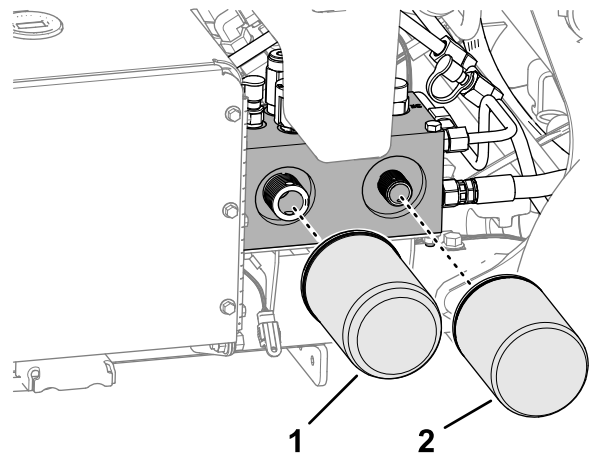

Bild 170
2. Stellen Sie eine Auffangwanne unter den Filter, bauen Sie den alten Filter aus und wischen Sie die Dichtungsfläche des Filterstutzens sauber (Bild 170).